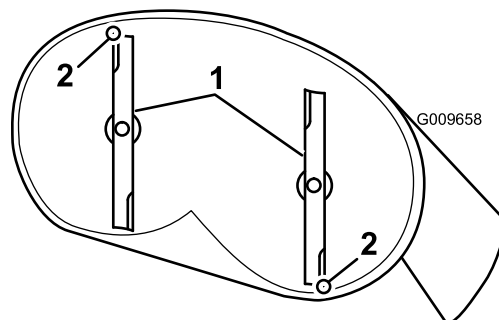
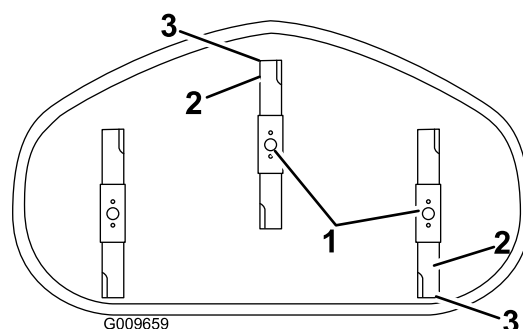

Figura 53
Figura 54
4. Gire cuidadosamente las cuchillas colocándolas en el sentido de avance de la máquina (Figura 53 y Figura 54).
5. Mida entre la punta de la cuchilla delantera y la superficie plana y entre la punta de la cuchilla trasera y la superficie plana (Figura 53).
7. Después de realizar el ajuste, compruebe de nuevo la inclinación longitudinal, y siga ajustando la tuerca hasta que la punta de la cuchilla delantera esté entre 1.6 y 7.9 mm (1/16" a 5/16") más baja que la punta de la cuchilla trasera (**Figura 53**).